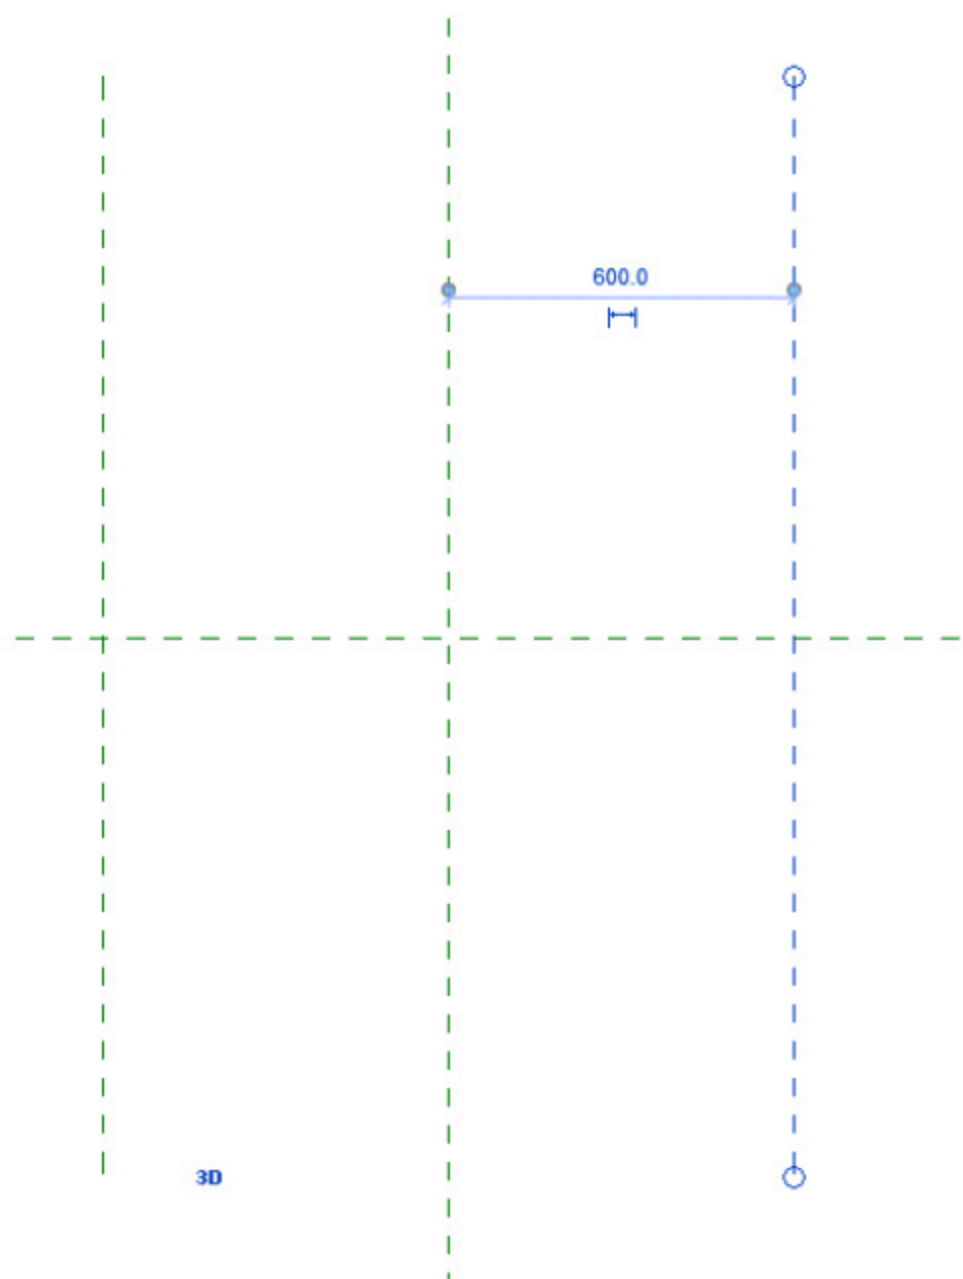
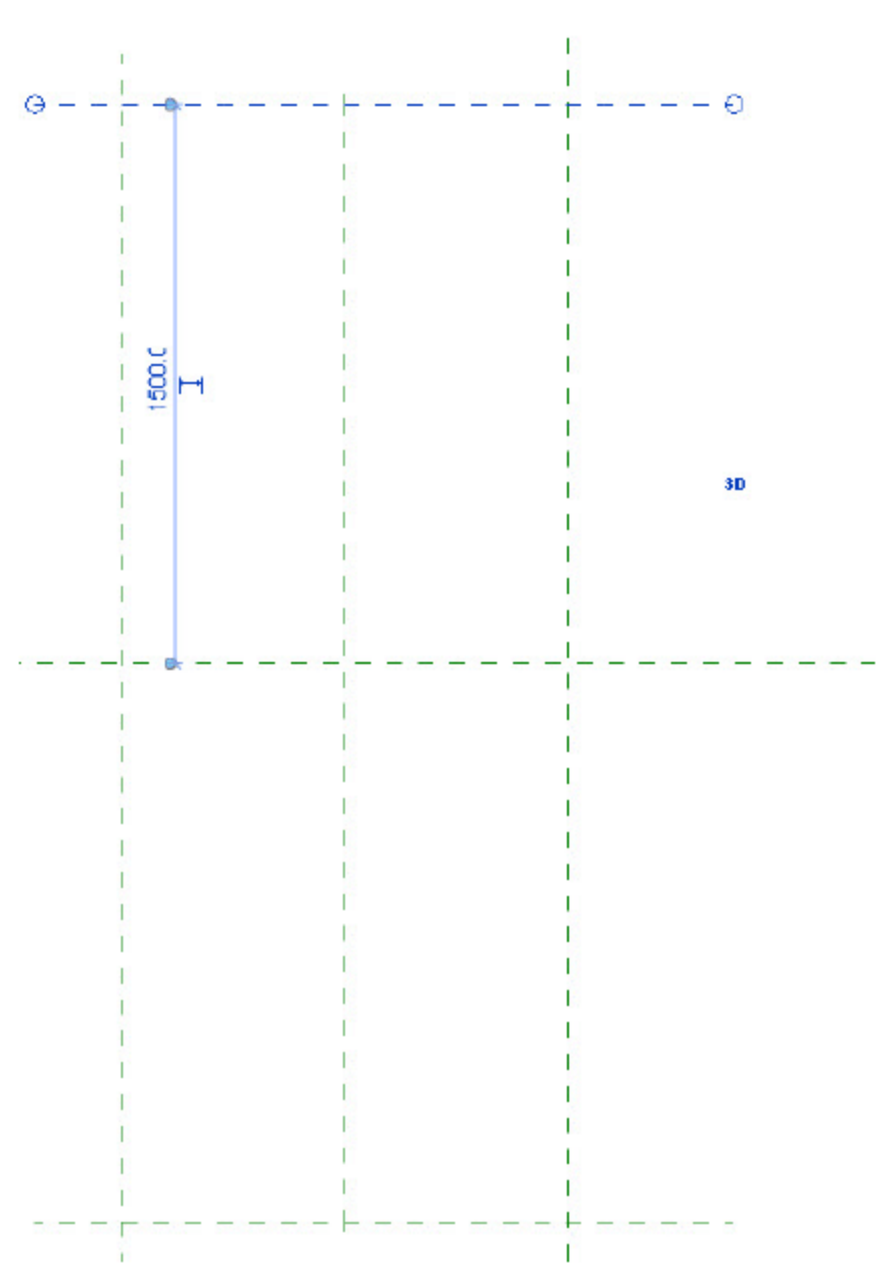

图 2.1.15 定义承台宽
图 2.1.16 定义承台长
(2) 设置承台长和宽。在“楼层平面”视图中，绘图界面上虚线十字交叉点，表示承台的几何中心点，所以定义承台长和宽时，可以以十字交叉线为参照平面。按快捷键 R+P，绘制任意一个辅助平面平行于纵向参照平面，将光标移向数字，输入数值 600，如图 2.1.15 所示。选择“辅助平面”，按两次快捷键 M，选择“纵向参照平面”镜像，如图 2.1.16 所